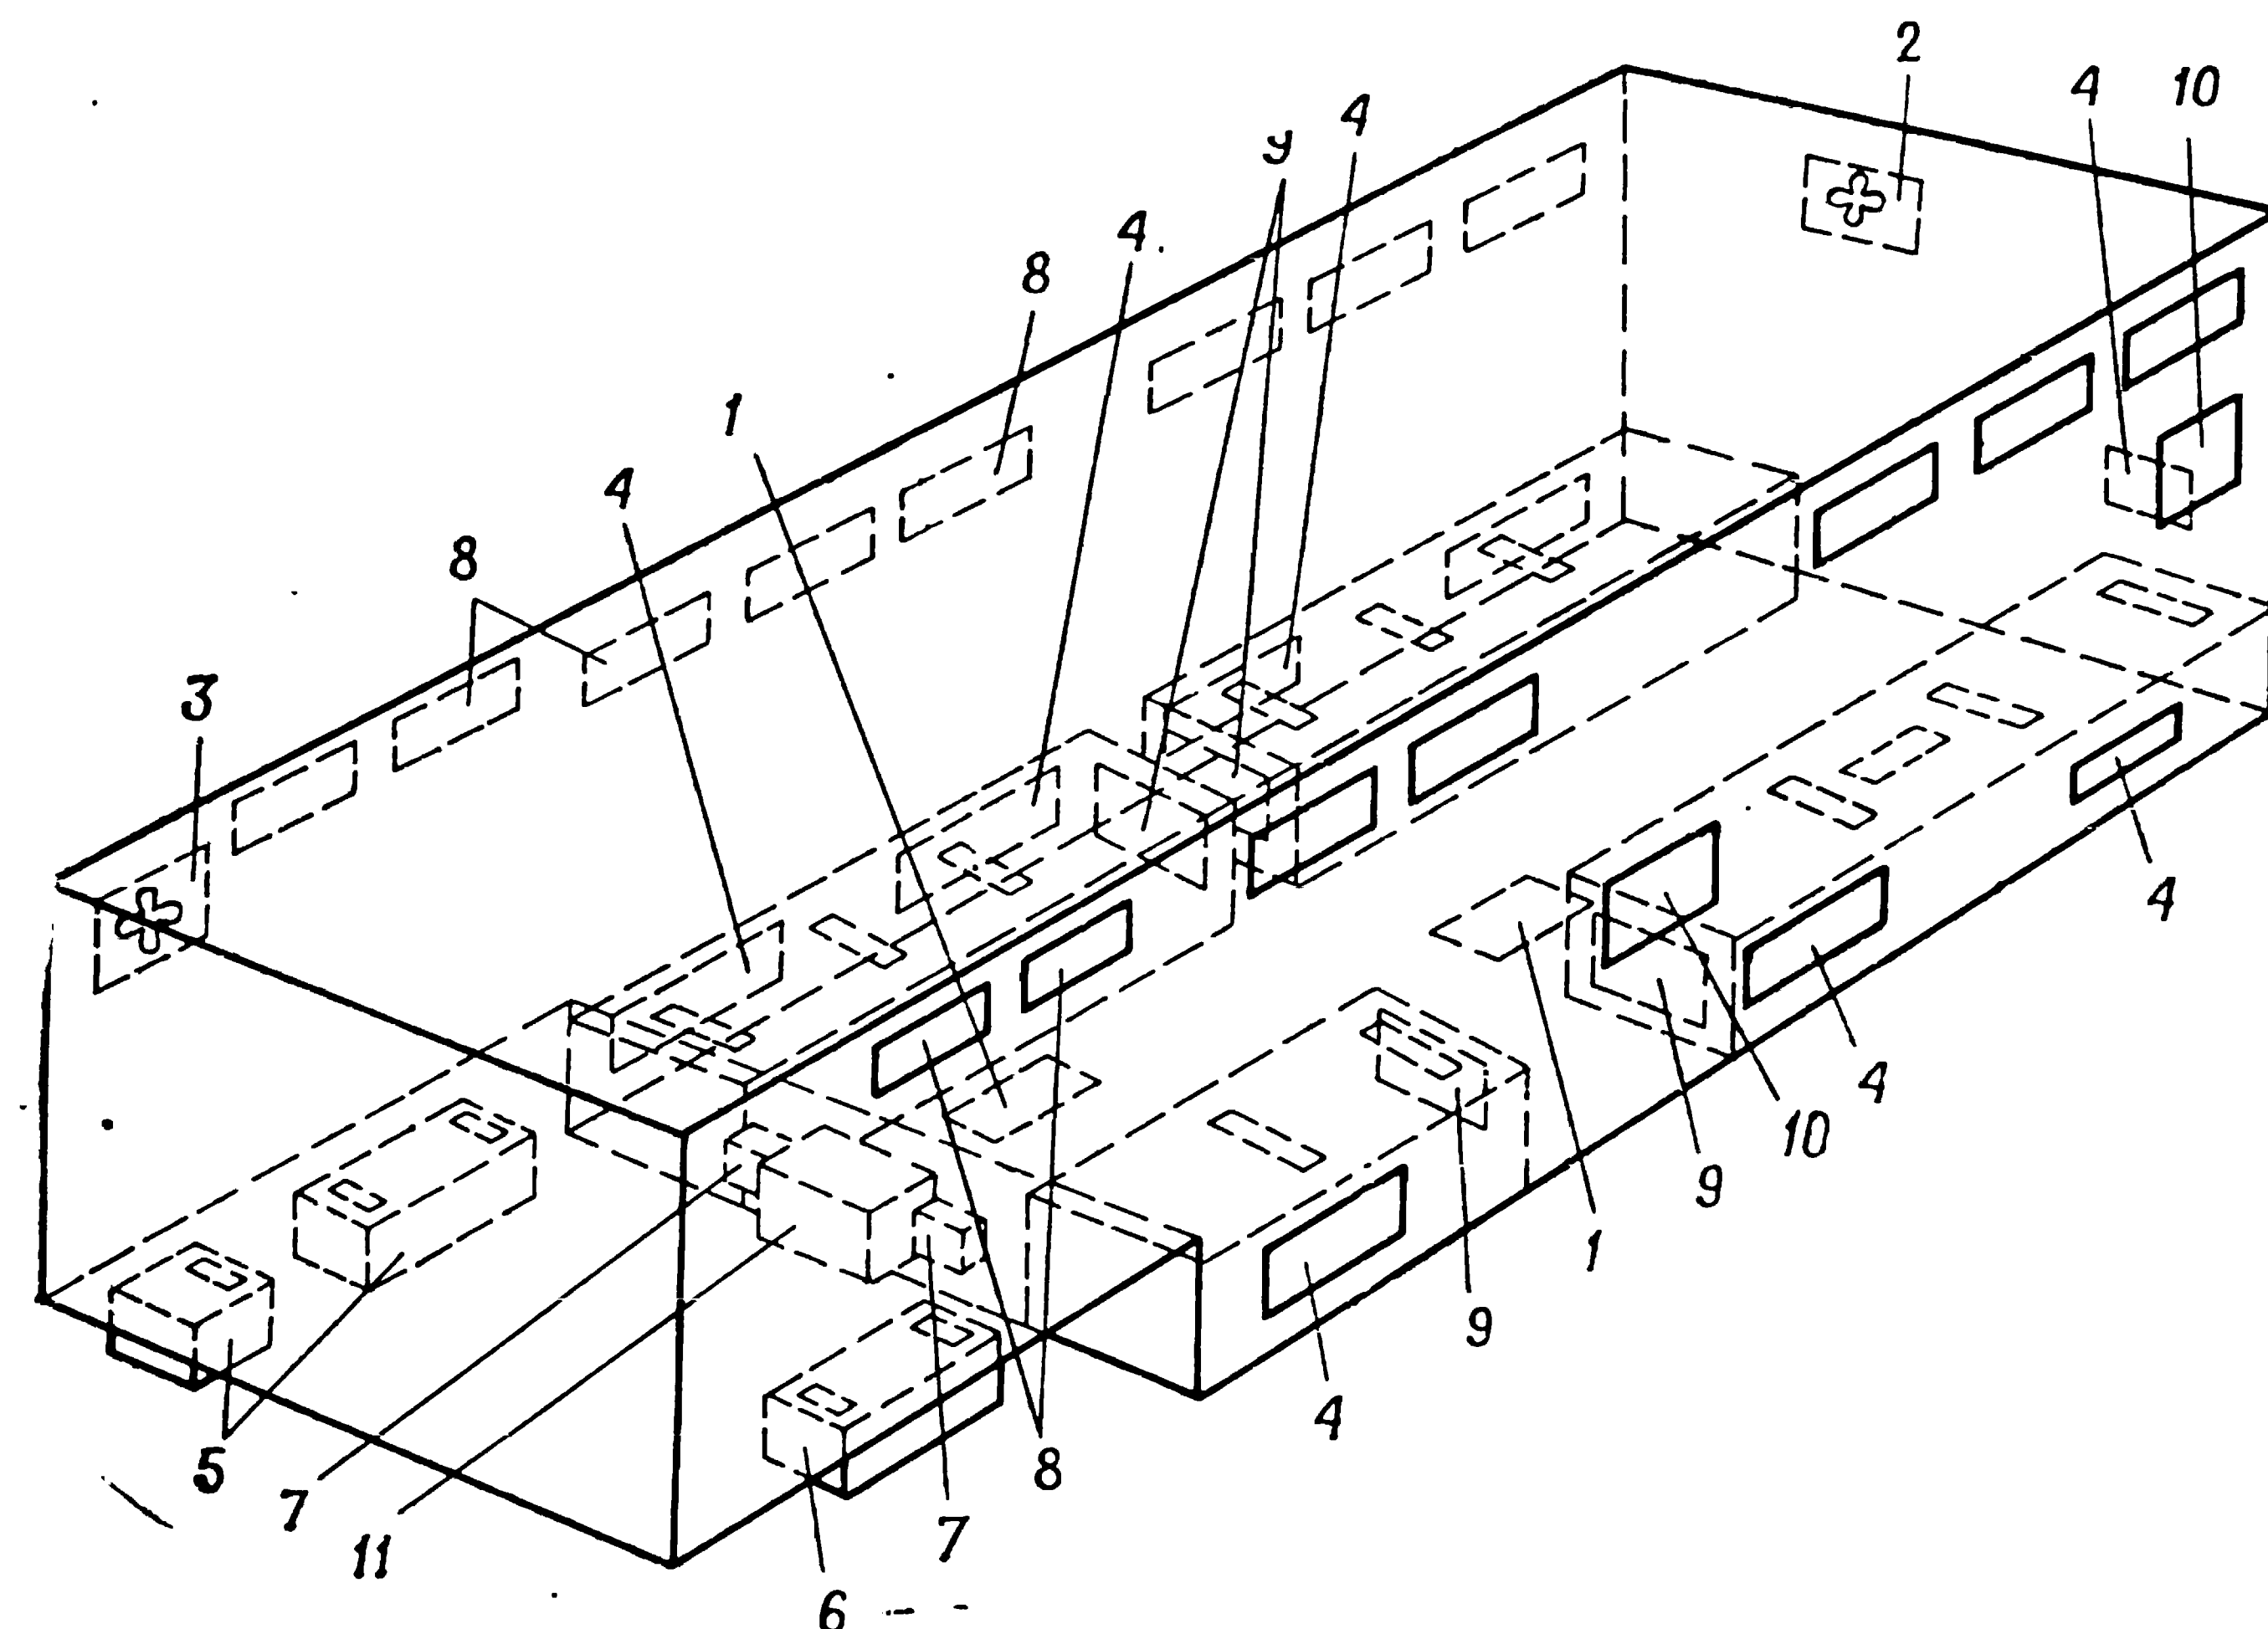

Рис. 1. Схема расположения вентиляционных устройств кабины АВ:
3. Систему вентиляции и отопления (рис. 1) при работе кабины в зимних условиях эксплуатировать следующим образом.
Примечания: 1. Крышки люков 9 (рис. 1) для забора воздуха в шкафы К и Л расположены внутри кабины, в рамах между секциями шкафов.
а) Положение всех крышек в системе вентиляции (рис. 1) должно обеспечивать забор воздуха в вентиляторы шкафов извне и выброс воздуха, прошедшего вентиляционные устройства шкафов, наружу.